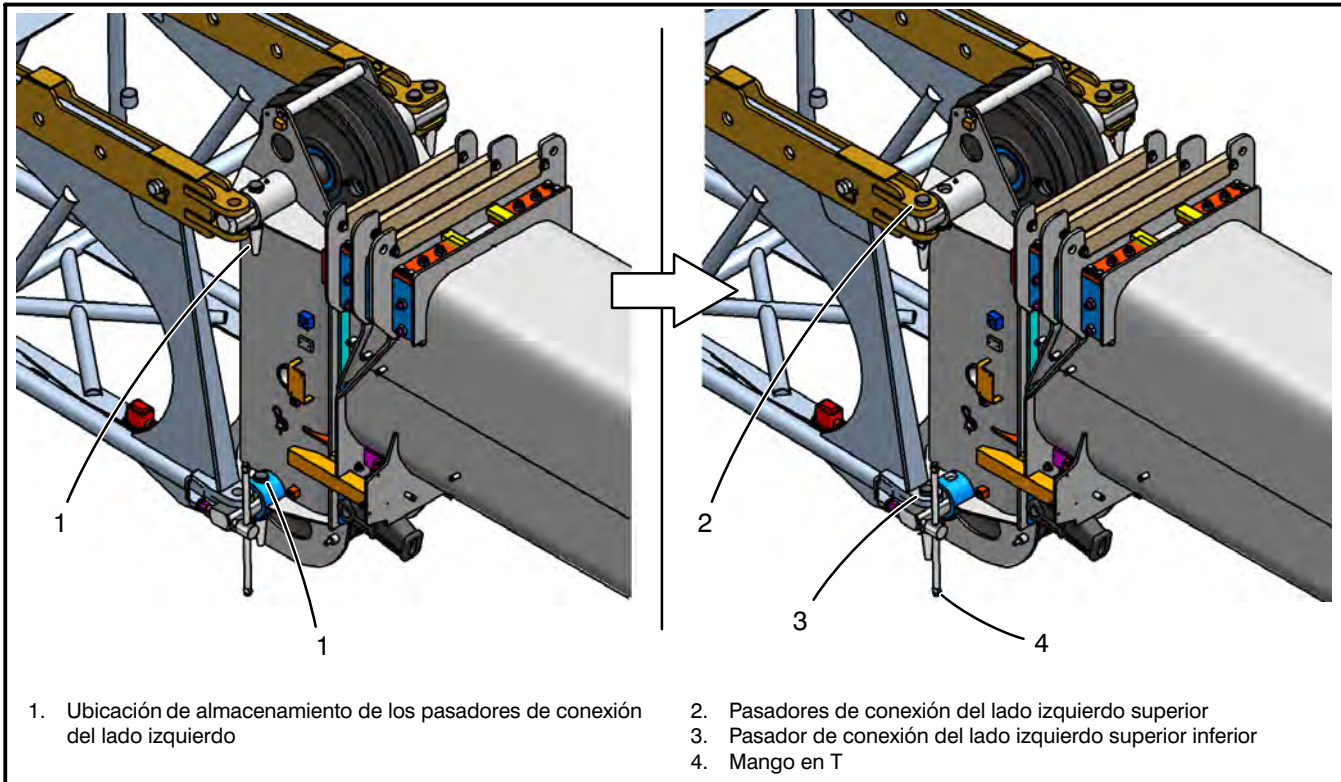

Figura 4-45
17. Extraiga los dos pasadores de conexión del plumín de la ubicación de almacenamiento (1) en los ejes transversales de la maquinaria de la cabeza de la pluma, en el lado izquierdo de la pluma. Consulte la Figura 4-45. Instale un pasador a través de la orejeta superior del plumín (2) y el eje transversal superior de la cabeza de la pluma a la izquierda de la pluma. Gire el mango en T (4) para empujar y alinear la orejeta del plumín izquierda inferior con el eje transversal de la cabeza de la pluma inferior. Instale el pasador de conexión del plumín izquierdo inferior (3). (Instale los pasadores con la cabeza arriba y el soporte abajo). Instale los soportes de los pasadores. Gire hacia